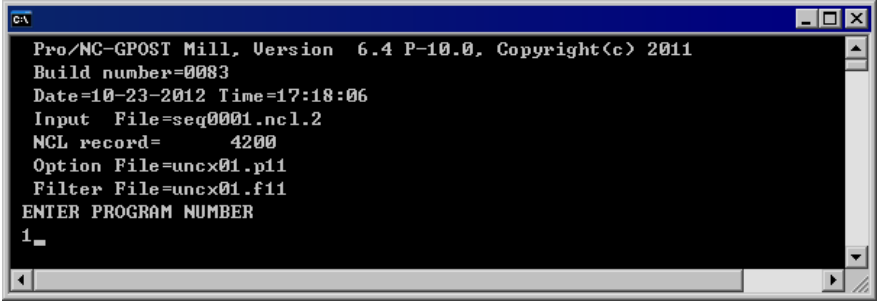
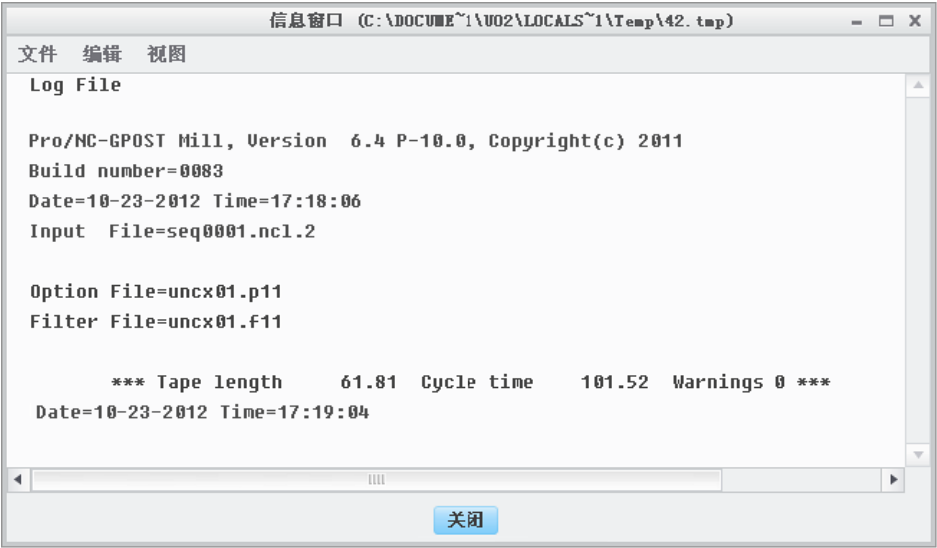

图 9.4.6 “程序窗口”对话框
图 9.4.7 “信息窗口”对话框
Step9. 在系统弹出的程序窗口中输入程序起始号 1 (图 9.4.6), 然后回车确认, 系统弹出图 9.4.7 所示的“信息窗口”对话框, 窗口中显示出后置处理的各项信息。